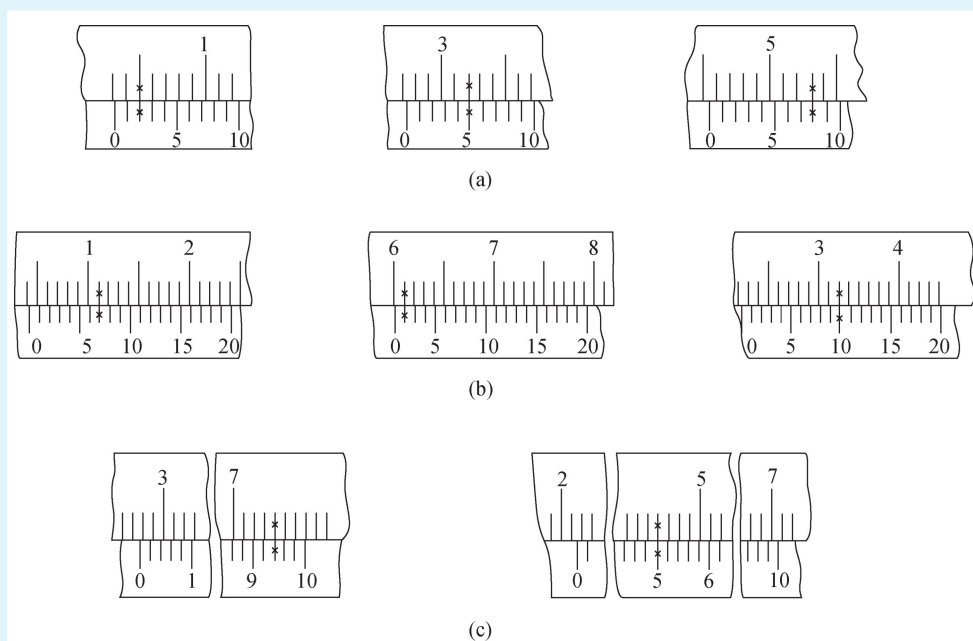

图 2-24 游标卡尺识读
- (1) 游标卡尺按其结构可分为()和()两种。
- (2) 游标卡尺主要由()、()、()、()、()和紧固螺钉等组成。
- (3) 游标卡尺可直接测量出工件的()、()、()、()、()和孔距等。
- (4) 常用游标卡尺的读数精度可分为()、()和()。
- (5) 常用的游标卡尺的测量范围有()mm、()mm和()mm等几种。
- (6) 游标卡尺只适用于()等尺寸精度的工件测量与检测, 而不适用于精度要求较()的工件测量与检测。
- (7) 高度游标卡尺主要用来测量零件的()和()。
- (8) 齿厚游标卡尺用来测量齿轮(蜗杆)的()或()。
- (9) 深度游标卡尺主要用来测量()、()和()。
- (10) 识读图 2-24 所示的游标卡尺(图中×号所示为读数)。